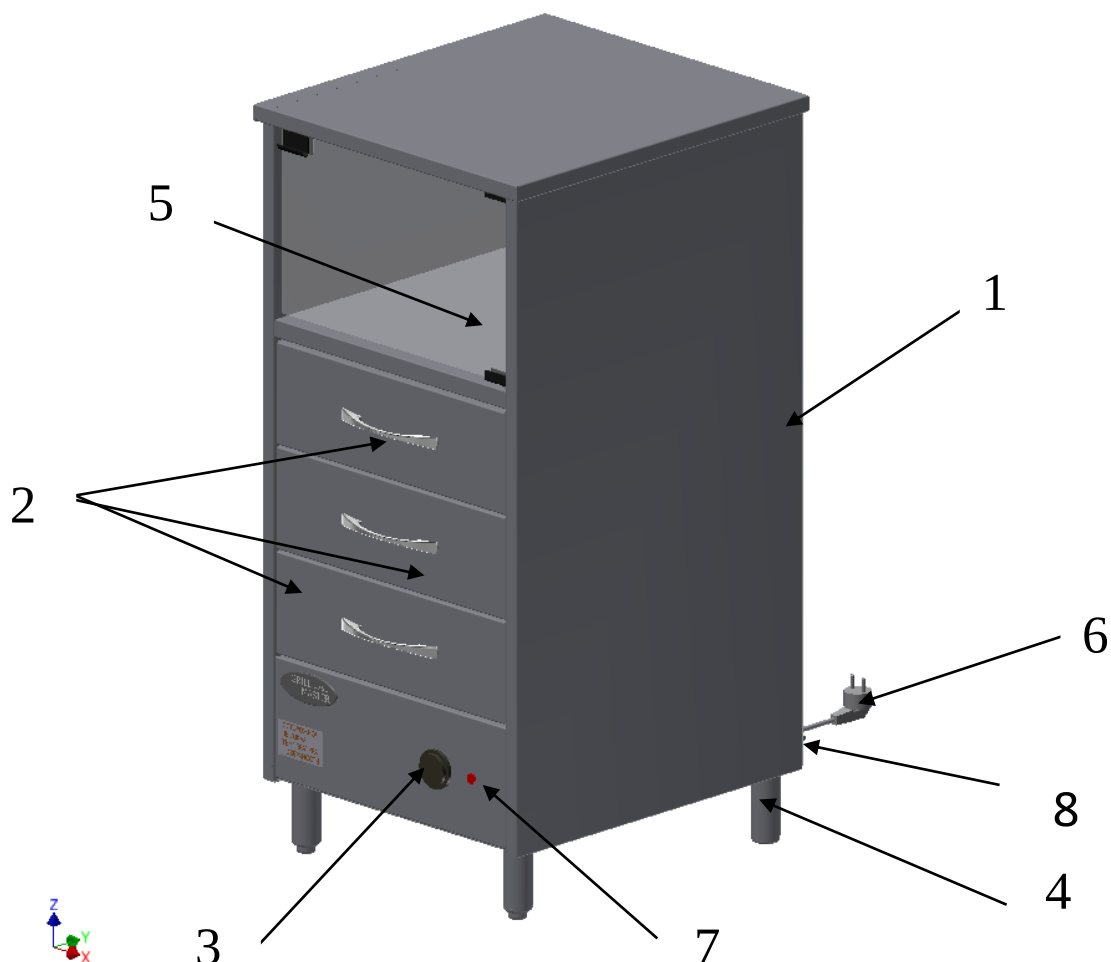

Рисунок 1
5.1. Основные части изделия указаны на рис.1 и перечислены в таблице 1.